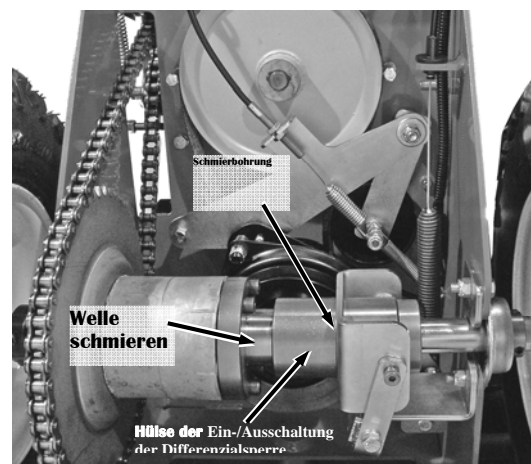

Abbildung 16
4. Befreien Sie die Hohlwelle der Differenzialsperre und die Nut von angesammeltem Gras und Gegenständen mit einem Lappen und schmieren die Welle und Nabe mit SAE 30 Öl (**Abbildung 16**).